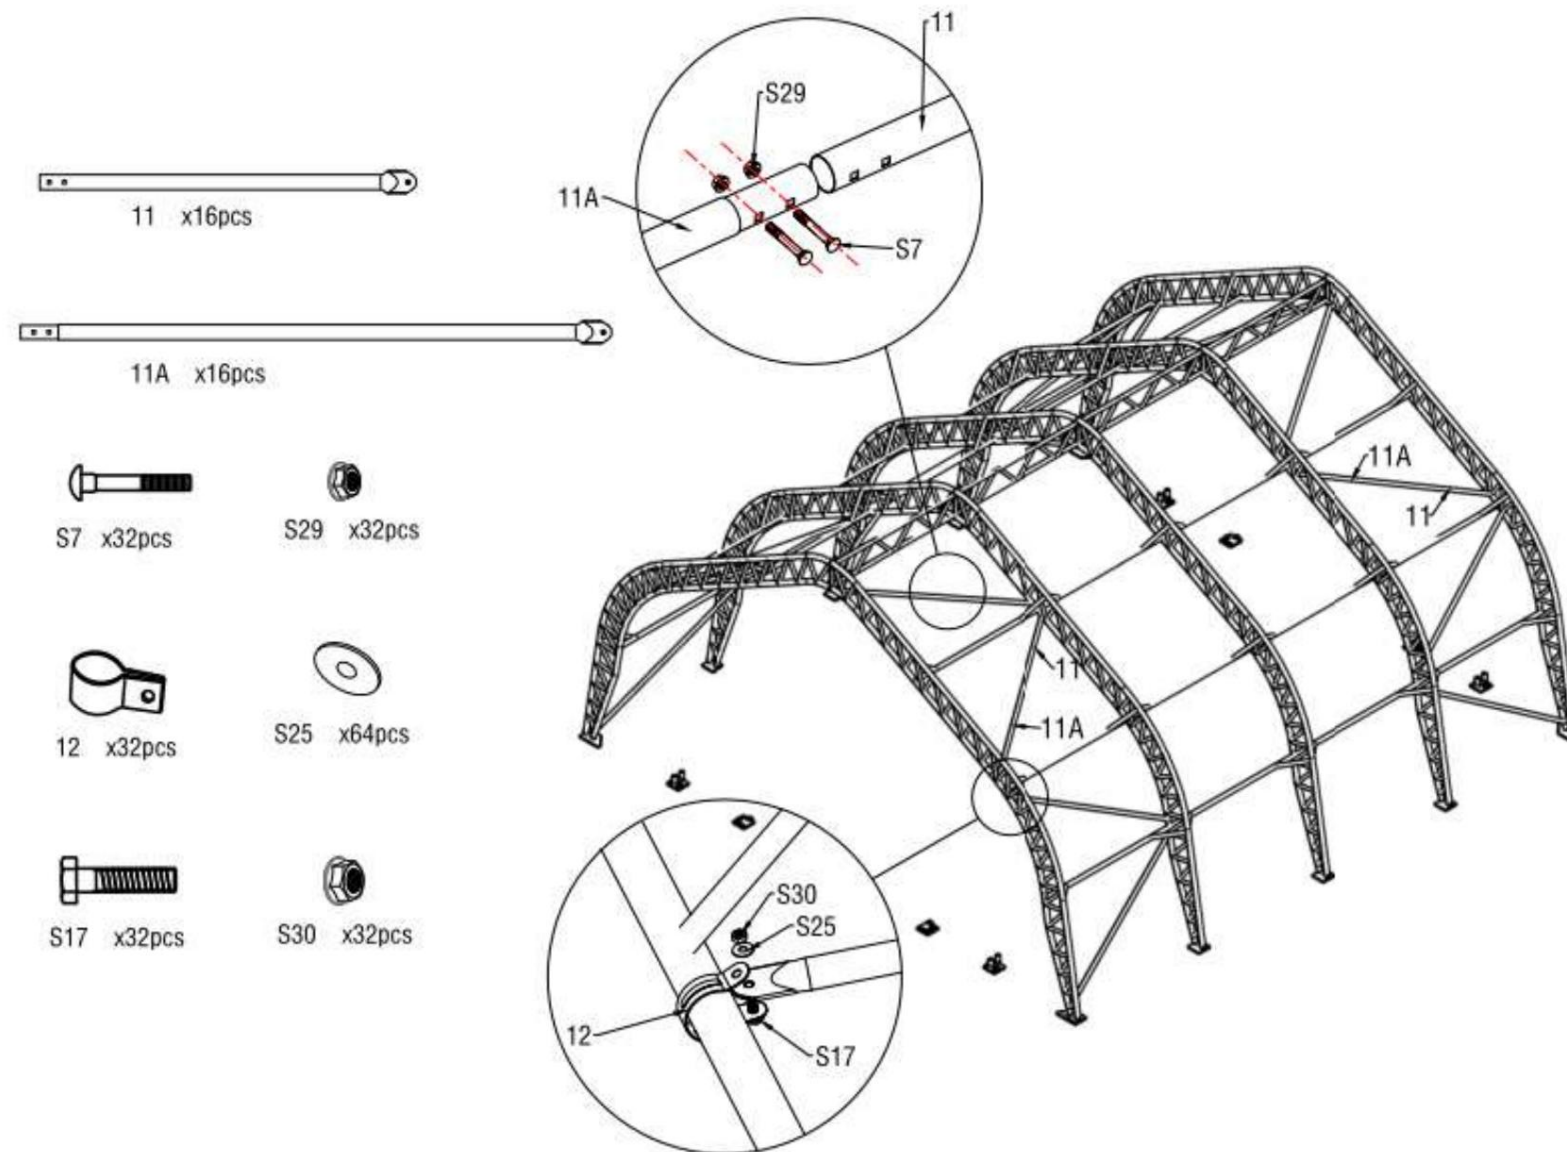

Figure 10
6. Comme illustré sur la figure 10, repérez le tube de support diagonal femelle (n° 11) et le tube de support diagonal mâle (n° 11A), puis assemblez chaque groupe de tubes de support à l'aide d'un boulon à tête carrée M8x60 (n° S7) et d'un écrou à embase M8 (n° S29). Fixez ensuite le tube de support diagonal à l'arche à l'aide de l'agrafe (n° 12).